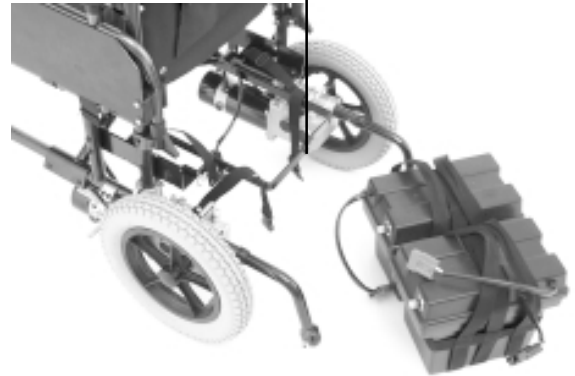

Figure 20. Pride LX - Boîtiers à batteries retirés
6. Tirez sur le centre du cadre à batteries. Voir la figure 20.